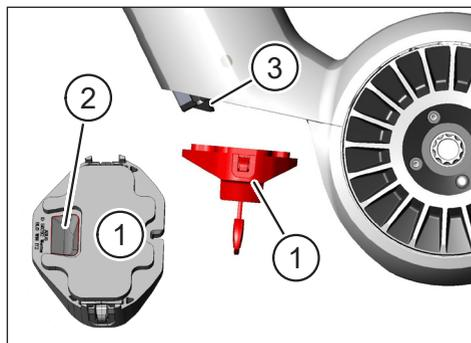

Fig. 16: Orienter le verrou de la batterie
- ▶ Orientez le verrou de la batterie (pos. dans Fig. 16) de manière à ce que l'évidement prévu (pos. 2 dans Fig. 16) s'aligne avec le creux de préhension (pos. 3 dans Fig. 16) sur la batterie.